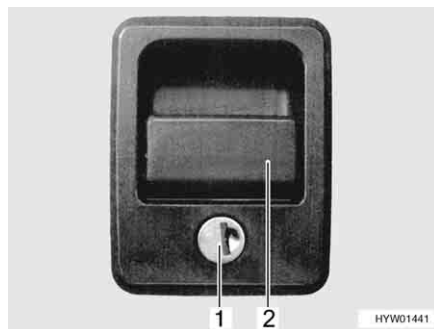

Bild 40 Lucklås med greppkåpa
- Öppna:** ■ Stick in nyckeln i låscylindern (Bild 40,1) och vrid ett kvarts varv. Lucklåset är upplåst.
- Drag i låshandtaget (Bild 40,2). Den utvändiga luckan är öppen.